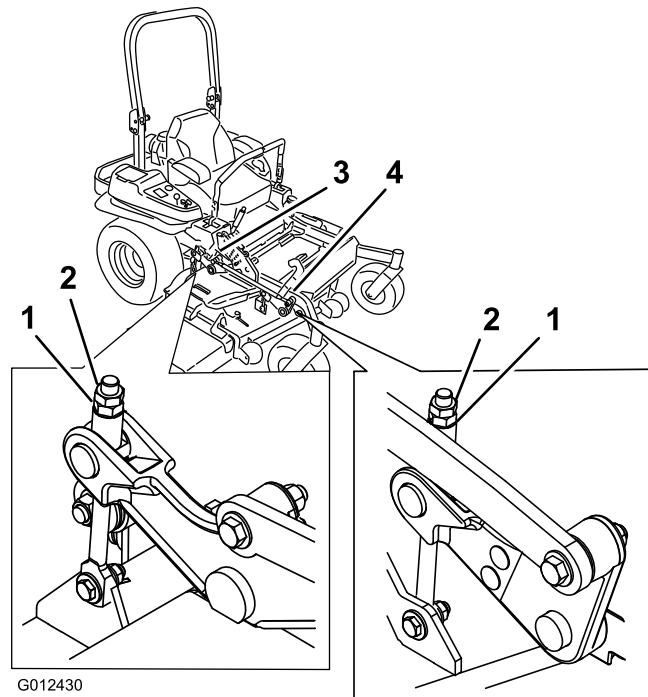

Figure 86
10. Ajustez précisément le serrage de l'écrou de réglage sur l'ensemble de relevage du plateau avant (Figure 86).
16. Ajustez précisément le serrage de l'écrou de réglage sur l'ensemble de relevage du plateau avant (Figure 86). Tournez l'écrou de réglage dans le sens horaire pour augmenter la hauteur et dans le sens antihoraire pour la diminuer.